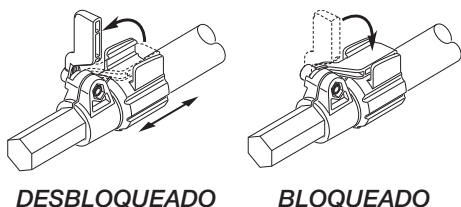

Figura 11 - Extendiendo la Pértiga Telescópica
1. Para extender la pértiga, desbloquee la palanca de sujeción como se indica en la Figura 11. La pértiga se deslizará libremente.
3. Para bloquear la pértiga apriete la palanca de sujeción como se muestra en la Figura 11.